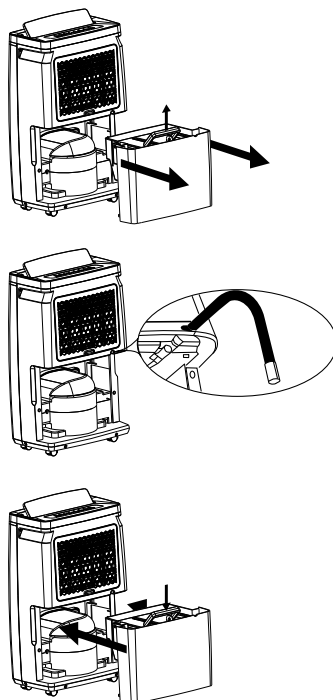

Рис. 5. Правильная установка и расположение шланга для отвода конденсата.
2. Шланг должен быть проложен ровно, без изгибов (Рис. 5).